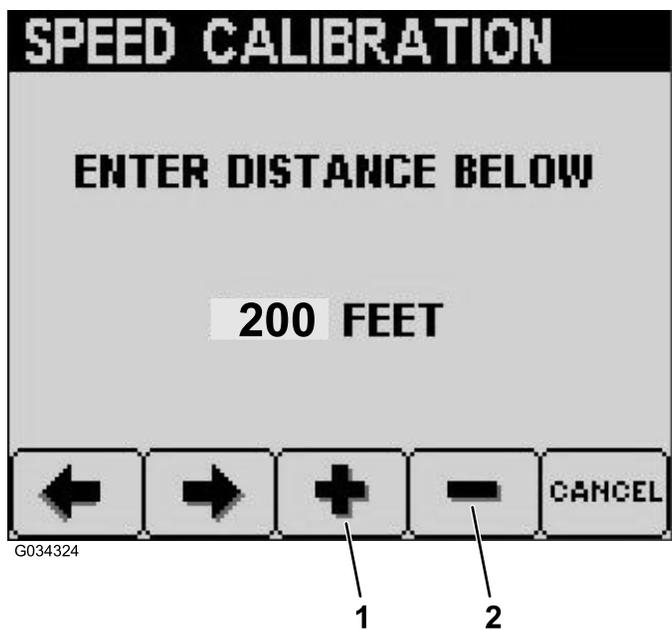

Figura 40
7. Premete il pulsante 3 per aumentare la distanza desiderata o premete il pulsante 4 per ridurre la distanza desiderata (Figura 40).